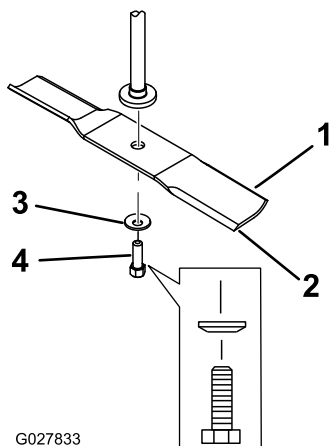

Figura 57
2. Retire del eje el perno de la cuchilla, la arandela curva y la cuchilla (**Figura 57**).
- Instale la cuchilla en el eje (Figura 57).
- Instale la arandela curva (con la copa hacia la cuchilla) y el perno de la cuchilla (Figura 57).